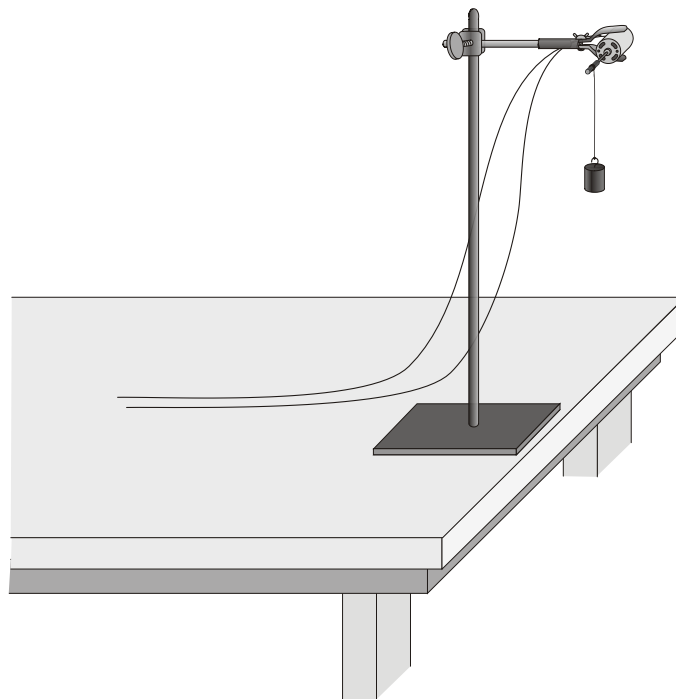

Abbildung 1
3. Bauen Sie die Versuchsanordnung wie in Abbildung 1 zu sehen auf. An Ihrem Motor sollte es eine Achse geben, auf die die Schnur gewickelt werden kann, wenn die Masse angehoben wird. Die Masse sollte mindestens 0,5 m angehoben werden können, eine längere Strecke wäre besser. Binden Sie am Ende der Schnur eine Schlaufe, an der die Masse befestigt werden kann.